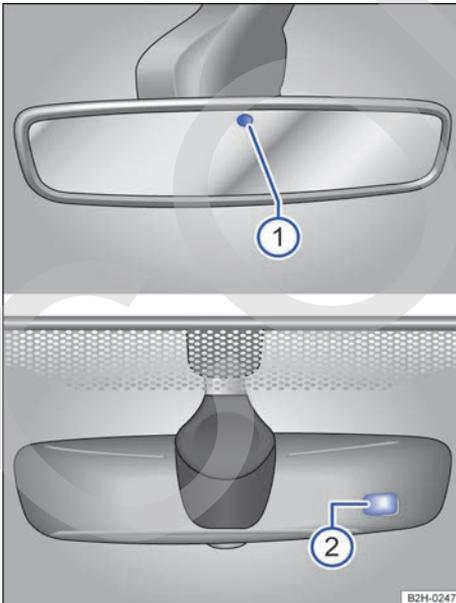

Fig. 87 Retrovisor interior antideslumbrante automático.
- Para oscurecer el retrovisor, tire de la palanca hacia atrás → fig. 87.
Leyenda de la fig. 87: